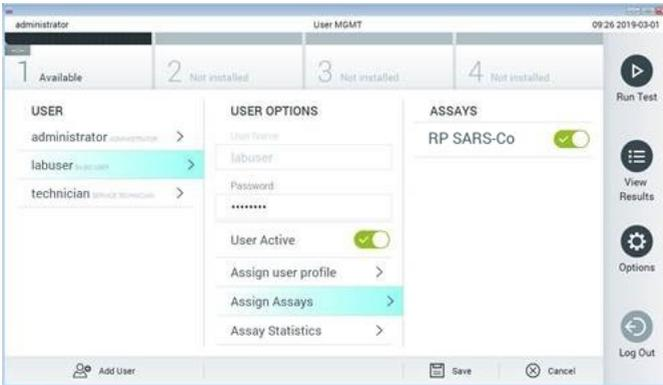

Figura 38. Asignación del ensayo activo.
8. Asigne el ensayo activo al usuario pulsando el botón Options (Opciones) y, a continuación, el botón User Management (Administración de usuarios). Seleccione el usuario que debe tener permiso para realizar el análisis. A continuación, seleccione Assign Assays (Asignar ensayos) en "User Options" (Opciones del usuario). Active el ensayo y pulse el botón Save (Guardar; figura 38).